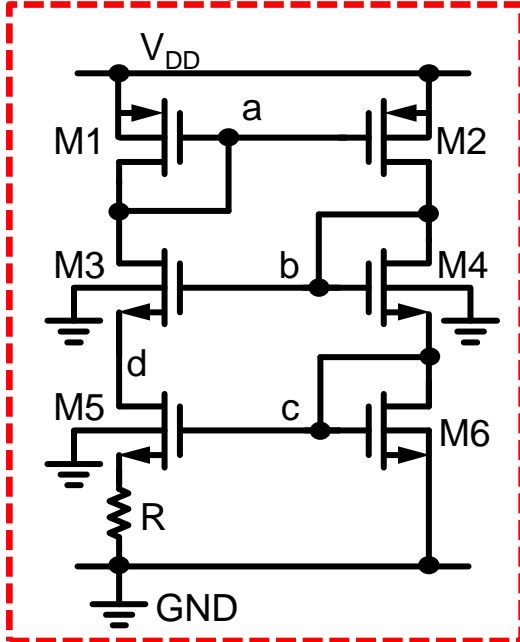
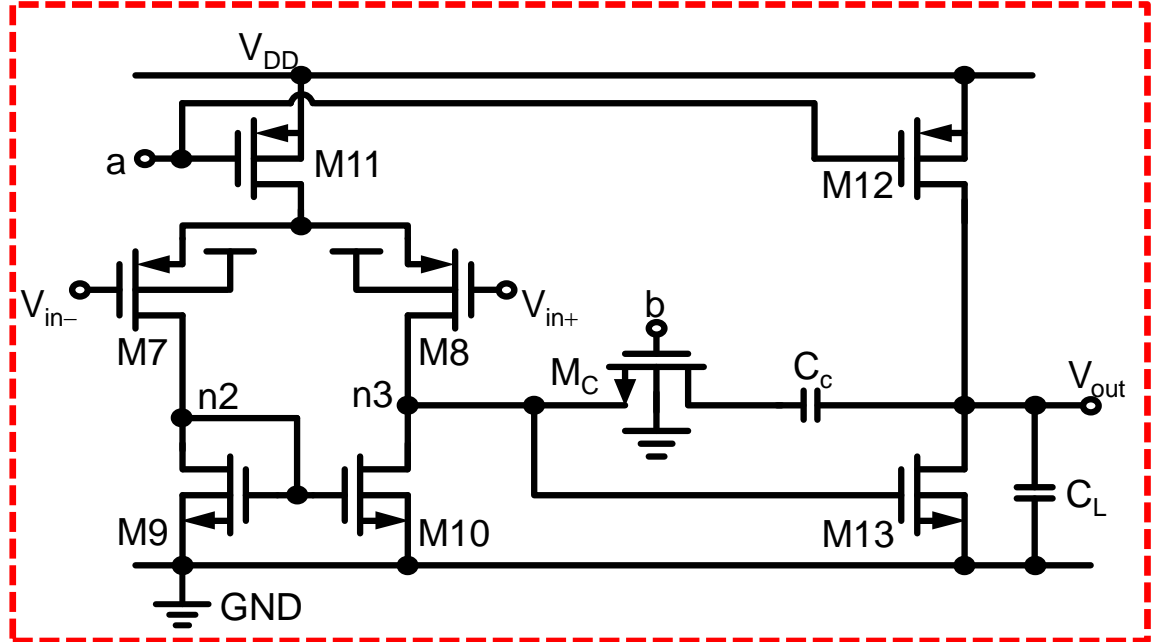

Fig. 1 : Bias Circuit
Fig. 2 : Two Stage OPAMP
2. 請參考P.2 Fig. 1所示之偏壓電路。你認為圖中之電路有何問題？是否需要修改或加入其他輔助電路？請說明理由。並手算設計Fig. 1所示之偏壓電路與輔助電路(如果需要)，使全部的branch電流總和不超過15 $\mu\text{A}$ ，且  $V_{\text{eff1}\sim 2} > 0.15\text{V}$  與  $V_{\text{eff6}} > 0.15\text{V}$ 。
3. 請使用 2. 設計之偏壓電路並手算設計如P.2 Fig. 2所示的two-stage CMOS OPAMP，相關規格如下：
● 電晶體標號請與作業說明所給附圖(P.2 Fig. 1 & Fig. 2)一致